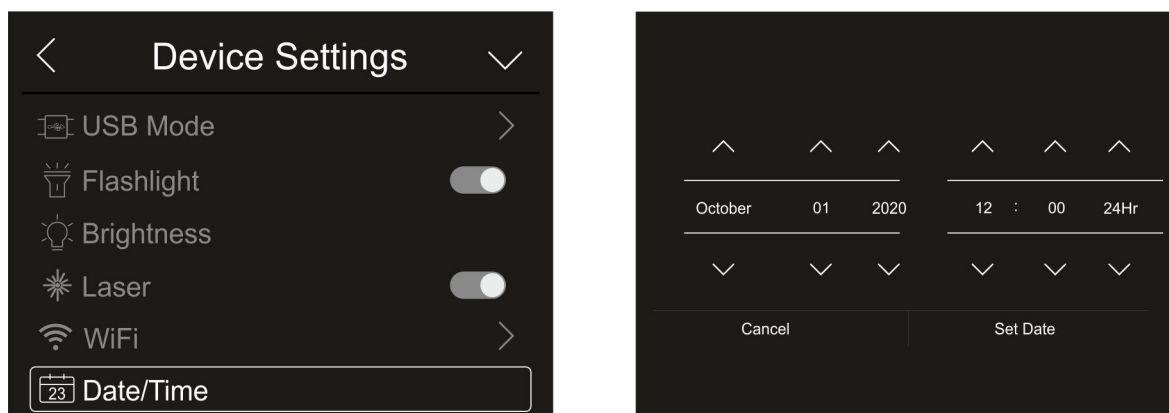

Fig. 19: Configuração de Data/Hora do sistema
1. Clique em “Language” para definir o idioma do sistema. O ecrã da Fig. 19 - lado direito é exibido: